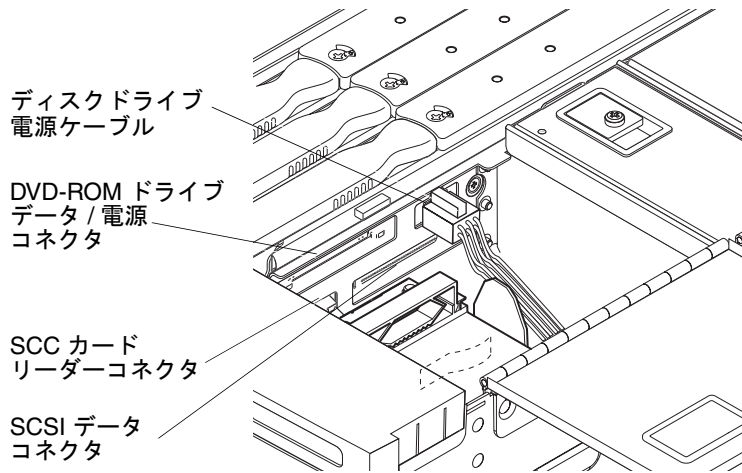

図 5-18 IB_SSC アセンブリのケーブルおよびコネクタの位置
3. SCSI データケーブルを IB_SSC ボードから外します (図 5-18)。
6. 交換用の SCSI データケーブルを IB_SSC ボードに再接続します (図 5-18)。